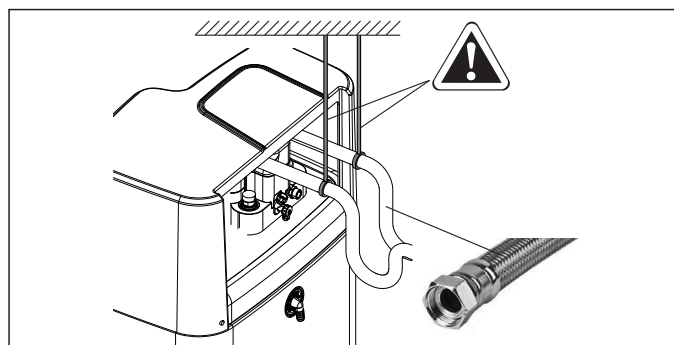

Bild 4-18 Nach hinten gerichtete hydraulische Leitungen abstützen
- Bei nach hinten gerichteten Anschlüssen: hydraulische Leitungen entsprechend den räumlichen Gegebenheiten geeignet abstützen, siehe Bild 4-18.